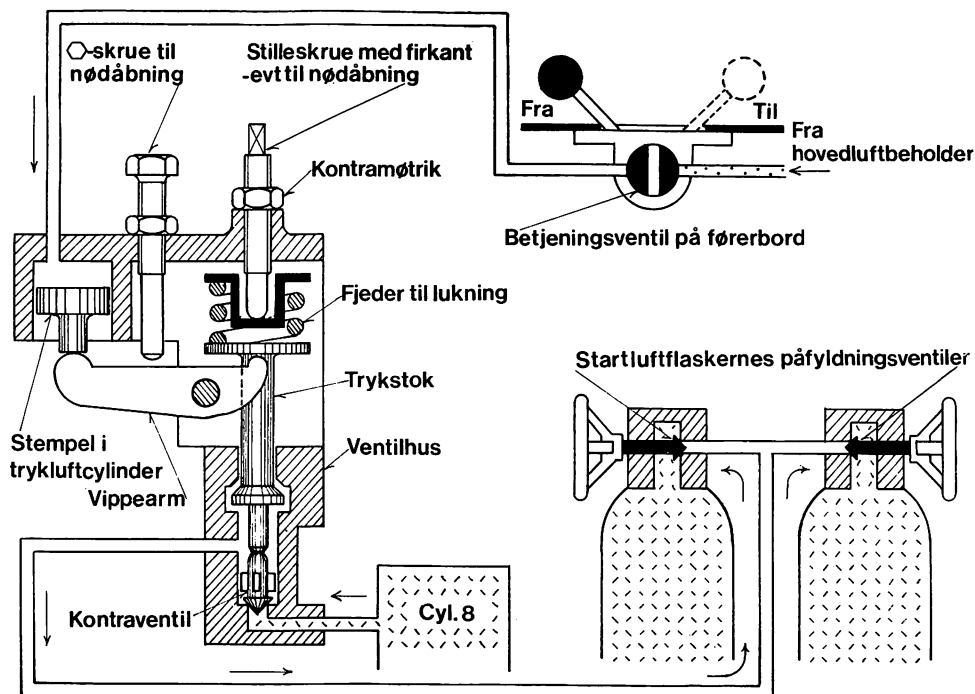

Fig 7.3 Oppumpningsventil (Model 1963 – Der pumpes ikke).
7.4. Oppumpningsventil (Model 1963) – se fig 7.3 og 7.4
Fig 7.3 viser forholdene, medens der ikke pumpes.